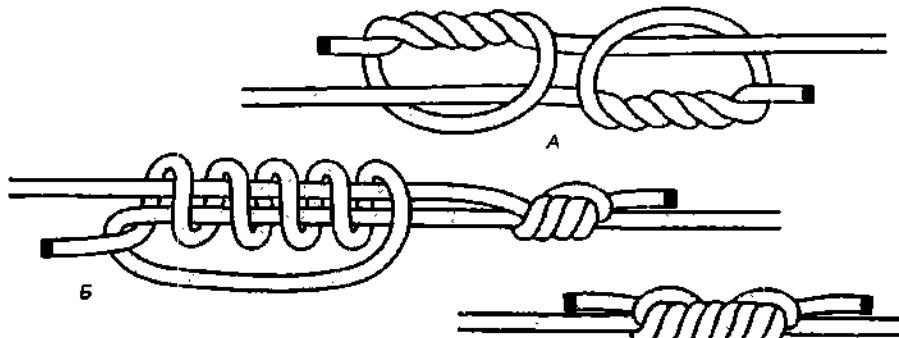

Рис. 791. А – лесочный узел 1-й формы; Б – лесочный узел 2-й формы.
*Лесочный узел* применяется для связывания тонких ка-проновых нитей и рыболовных лесок примерно одинакового диаметра (рис. 791). Это очень надёжный узел, он не ползёт и тую затягивается. *Лесочный узел* состоит из *двух кровавых узлов*, которые могут иметь две формы (рис. 791). Количество витков у *кровавых узлов* может быть от 4 до 7.